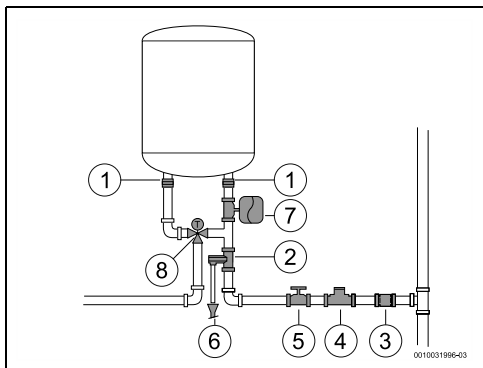

Fig. 10 Raccordement d'eau
- ▶ En cas d'utilisation de tubes PEX, installer un contrôle thermostatique (Fig. 10, [8]) sur le tube de sortie de l'appareil. Il doit être réglé pour correspondre aux performances du matériel utilisé.
- ▶ installer un réducteur de pression (Fig. 10, [4]). La soupape différentielle se déclenche lorsque la pression d'eau dans l'appareil est supérieure à 8 bars ( $\pm 1$  bar), et il est donc nécessaire de prévoir un moyen d'évacuer cette eau.
- ▶ installer un vase d'expansion (Fig. 10, [7]) pour empêcher l'ouverture trop fréquente de la soupape différentielle. Le volume du vase d'expansion doit être équivalent à 5% du volume de l'appareil.